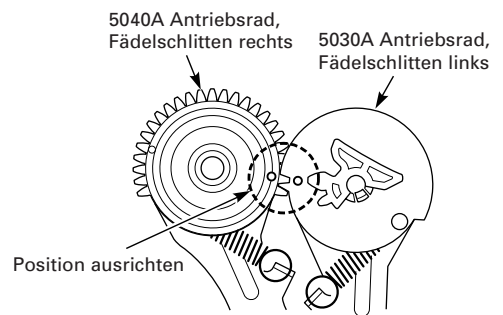
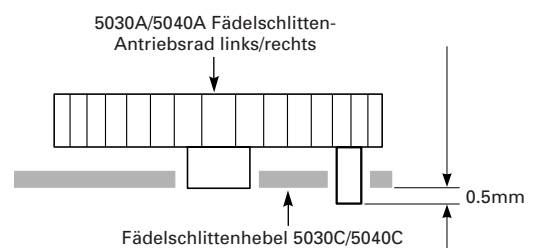

Fig. 8.26
Fig. 8.27
**Einbau:** Die Fädelschlittenantriebsräder (5030A und 5040A) in der in Fig. 8.26 dargestellten Position einbauen. Beim Einsetzen der Fädelschlittenantriebsräder und der Fädelschlittenfedern (5030B und 5040B) darauf achten, dass die Federhaken der Fädelschlittenantriebsräder 0,5mm überstehen (Fig. 8.27).